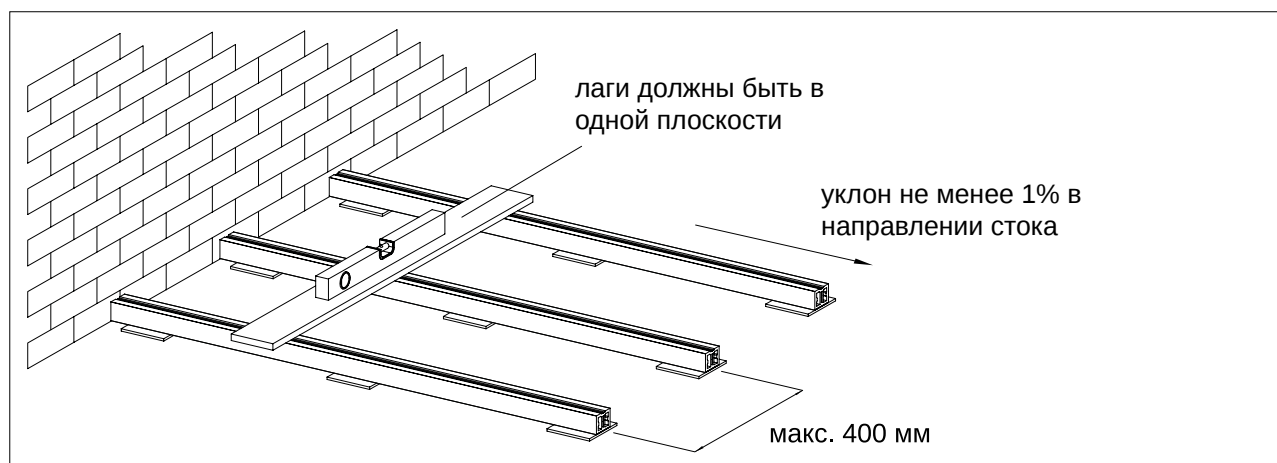

Рис. 4
- Предусмотрите уклон основания под настилом не менее 1% (1 см на 1 пог. м), в направлении стока (рис. 4). Под настилом должен быть предусмотрен хороший сток или система дренажа дождевой и талой воды;